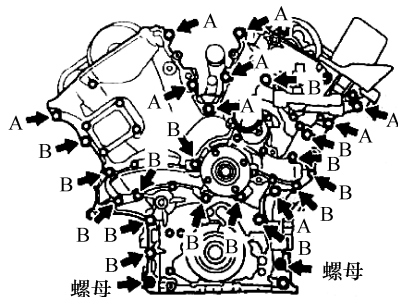

图 1-250 紧固正时链条盖螺栓螺母
⑥ 将油泵主动转子的键槽与曲轴正时齿轮的矩形部件对准，并将正时链条盖滑动到位。
⑦ 用 24 个螺栓和 2 个螺母安装正时链条盖。分几个步骤均匀地紧固螺栓和螺母，见图 1-250。
表 1-19 各螺栓的长度 (参见图 1-250)